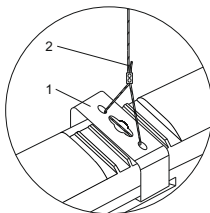

Рисунок 5
4.7 Монтаж светильника на подвесах (рисунок 5) производить при помощи скоб монтажных 1, входящих в комплект изделия, и тросов 2 (тросы в комплект не входят).